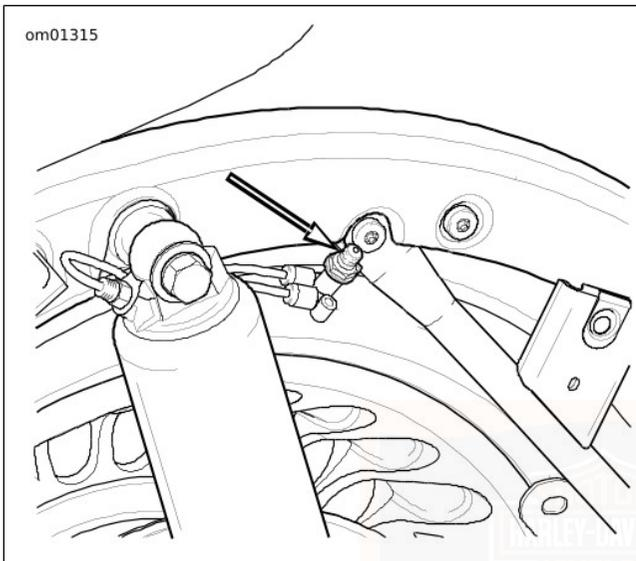

Figure 16. Valve pneumatique de suspension arrière
2. Voir Figure 16. Retirer le bouchon de la valve pneumatique située derrière l'amortisseur à gauche du véhicule.